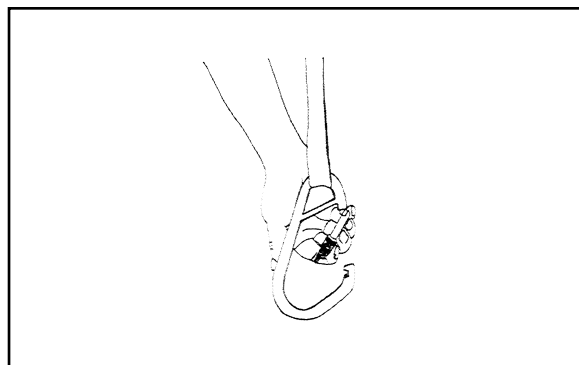

Figura 30 - Aggancio del moschettone
- Utilizzando gli anelli di tenuta posizionati vicino il bordo del telaio, legare la cinghia alla Barella toboga. Per fare questo, prendere un moschettone, posizionarlo nel palmo della mano con la parte più lunga verso il pollice. Schiacciare con le dita (assicurarsi che il collare di chiusura a vite sia allentato), far scorrere la parte inferiore del moschettone attraverso l'anello di tenuta e rilasciare la leva (vedi Figura 30).